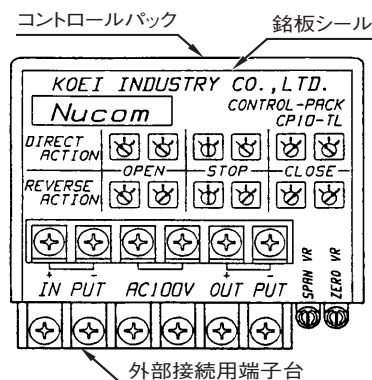

図7-3 コントロールパック正面のマーカ
- 【13】 運転に入った後、プロセスの状態によりハンチングを起こしたり、調節信号の急激な変化が多い場合など、ダンピングとして感度調整（図7-3参照）を行ってください。調整は状況に応じ設定します。通常は調整の必要はありません。
入力信号遮断時の調節弁動作を指定するものです。入力信号遮断は入力が2mA（0.5V）以下となった場合です。したがって、調節計や手動操作器の出力設定には注意してください。弁作動の正逆および全開、停止、全閉の動作の組合せにより、コントロールパック下端面のセレクトスイッチをセットして指定します。（図7-3）表7-1のように設定してください。